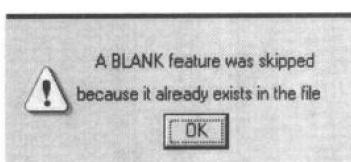
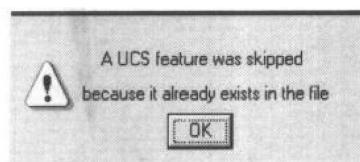

图 1-16
图 1-17
- (7) 选取前面保存的模板文件 Tutorial 2.etp 并确定。
- (8) 屏幕上会出现如图 1-16 所示的提示，确定之后又出现如图 1-17 所示的提示。